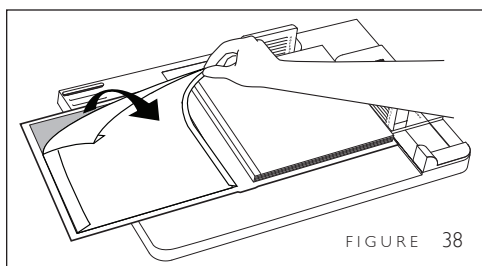
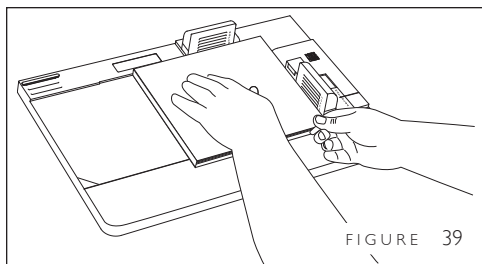

FIGURE 38
FIGURE 39
5. Enlever le reste du papier de protection du côté gauche (figure 38), et amener le plat de couverture Fastback gauche sur le bloc de feuillets et les aligner, les bords supérieur et droit de la couverture butant contre les butées violettes (figure 39). Appuyer tout droit sur le bloc de feuillets de texte et lisser la couverture vers le dos. Enlever le fascicule du guide, ouvrir et frotter les pages de garde pour assurer qu'elles sont solidement collées.